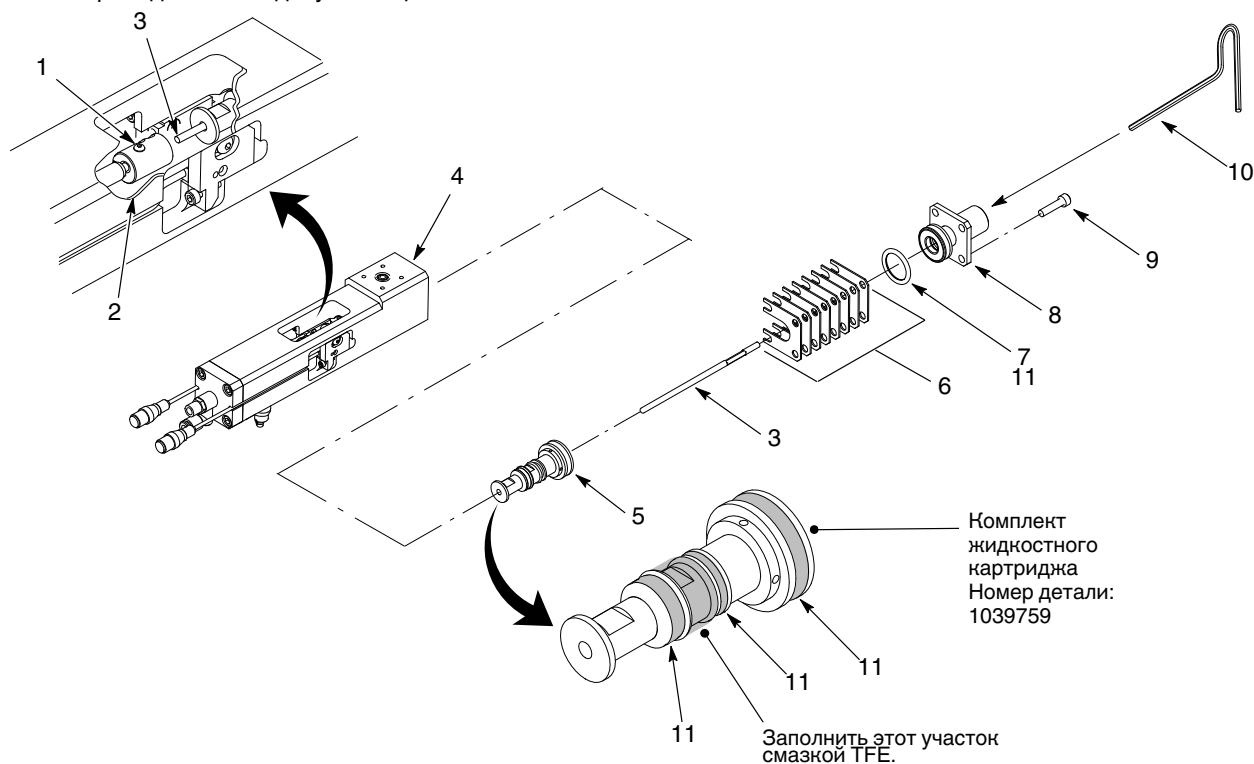

Рис. 1 Жидкостный картридж, замена
1. См. рис. 1. Ослабить винты муфты (1).
2. Задействовав-выключив пистолет, освободить иглу (3) из муфты (2).
3. Выдавить иглу (3) при помощи отвертки с плоским жалом. Используя щипцы-тонкогубцы, извлечь иглу из переходника сопла (8).
4. Вывернуть винты (9) крепления переходника сопла (8) и снять прокладки (6) с корпуса пистолета (4). Проверить уплотнительное кольцо (7) сопла на наличие повреждений и заменить, если необходимо.
5. Вынуть жидкостный картридж (5) из корпуса пистолета (4).
1. См. рис. 1. Нанести на уплотнения и указанный участок на новом жидкостном картридже (5) смазку TFE (11). Вставить жидкостный картридж в корпус пистолета (4).
2. Нанести состав для стопорения резьбовых деталей на винты (9). Нанести на уплотнительное кольцо (7) смазку TFE (11).
3. Поставить прокладки (6) и сопло (8), используя винты (9). Затянуть винты моментом  $13,2 \pm 1,3 \text{ Н}\cdot\text{м}$  ( $9,7 \times \pm 1 \text{ фут}\cdot\text{фунта}$ ).
4. Аккуратно вставить иглу (3) через сопло (8). Используя ключ-шестигранник малого диаметра (10), протолкнуть иглу до упора в муфту (2).
5. Затянуть винты (1) муфты моментом  $0,75 \text{ Н}\cdot\text{м}$  ( $7 \text{ дюйм}\cdot\text{фунтов}$ ).